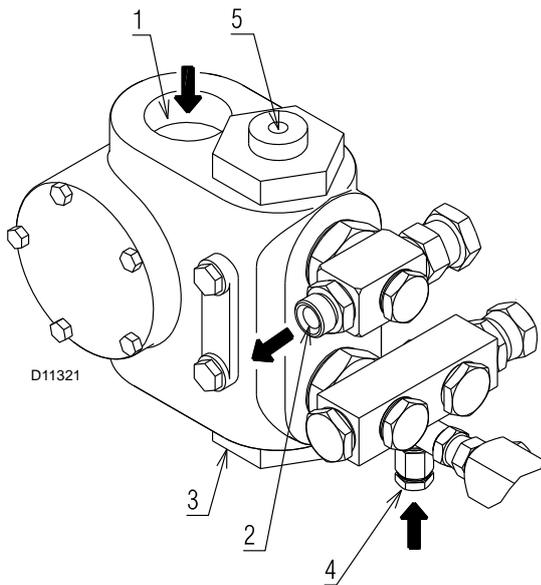

Abb. 21
Zeichenerklärung (Abb. 21)
- Damit sich die Pumpe (Abb. 21) selbst einschalten kann, muss die Schraube 4) gelockert werden, damit die Saugleitung entlüftet wird.
Falls die Pumpe geleert wurde, muss sie vor dem Anfahren über den Stopfen des Vakuummeters 4)(Abb. 21) mit Brennstoff gefüllt werden, andernfalls kommt es zum Festfressen.